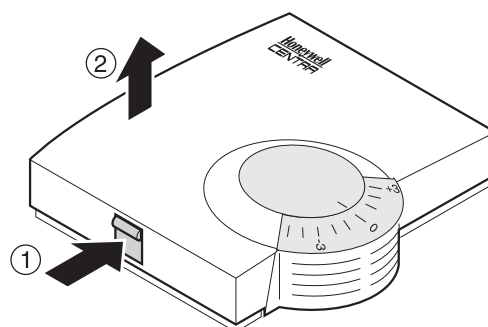

Bild 2: Gehäusedeckel abnehmen
1. Nehmen Sie den Gehäusedeckel des Fernverstellers ab (siehe Bild 2).